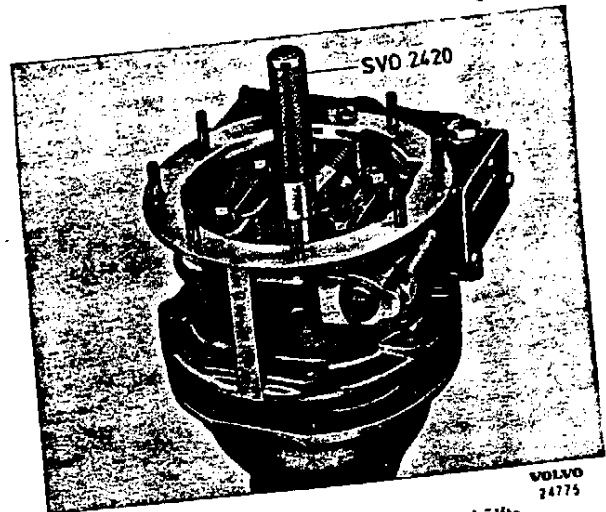

Abb. 28 Einbau der vorderen Gehäusehälfte
8. Die laut Punkt 7 zusammengesetzte Einheit in die hintere Gehäusehälfte legen. Die Keilnuten im Planetenradträger sowie in der Freilaufnabennabe mit dem Dorn SVO 2420 einrichten, so daß diese gegenüber liegen, siehe Abb. 28. Scheiben und Muttern aufsetzen. Die Muttern eine nach der anderen gleichmäßig anziehen.